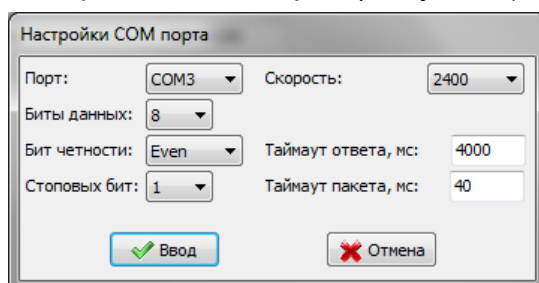

Рисунок 8 – Настройка параметров порта
3.2.5 Настройка параметров последовательного порта оптического интерфейса или USB производится в окне «Настройки COM порта (Рисунок 8).
3.2.6 В этом окне (рисунок 8) устанавливаются параметры: